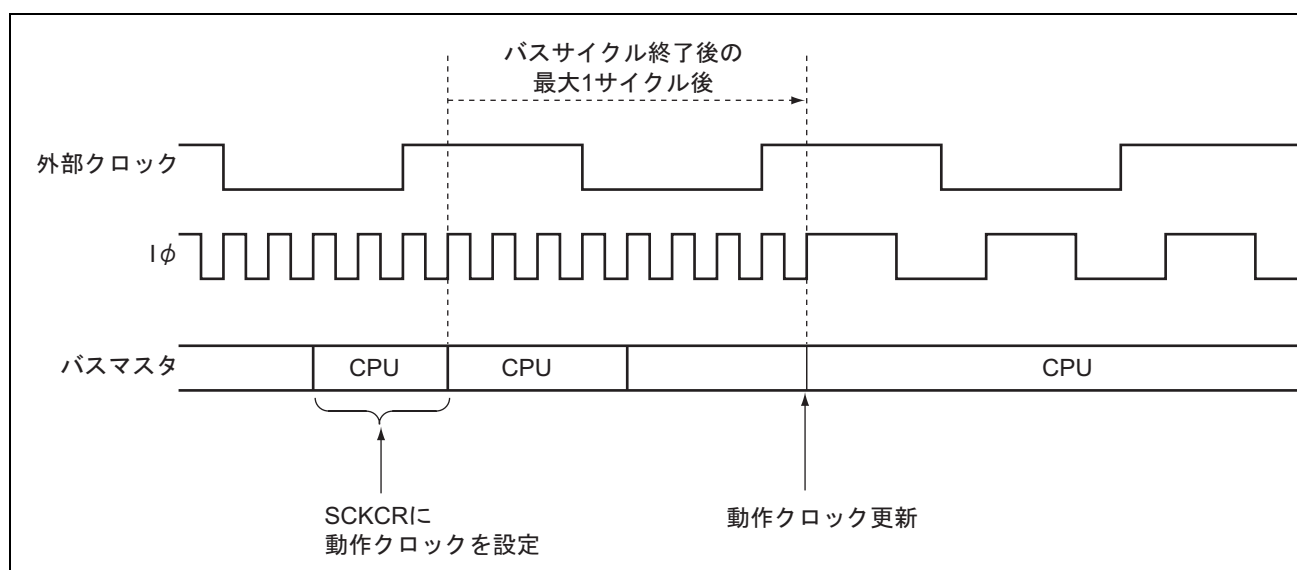

図 24.6 クロック変更タイミング
5. 図 24.6 にクロック変更タイミングを示します。SCKCR に値をライトした後、現在実行しているバスサイクル終了を待ちます。そのバスサイクル終了後、外部入力クロック ϕ に対して最大 1 サイクル後に各クロックの周波数が変更されます。